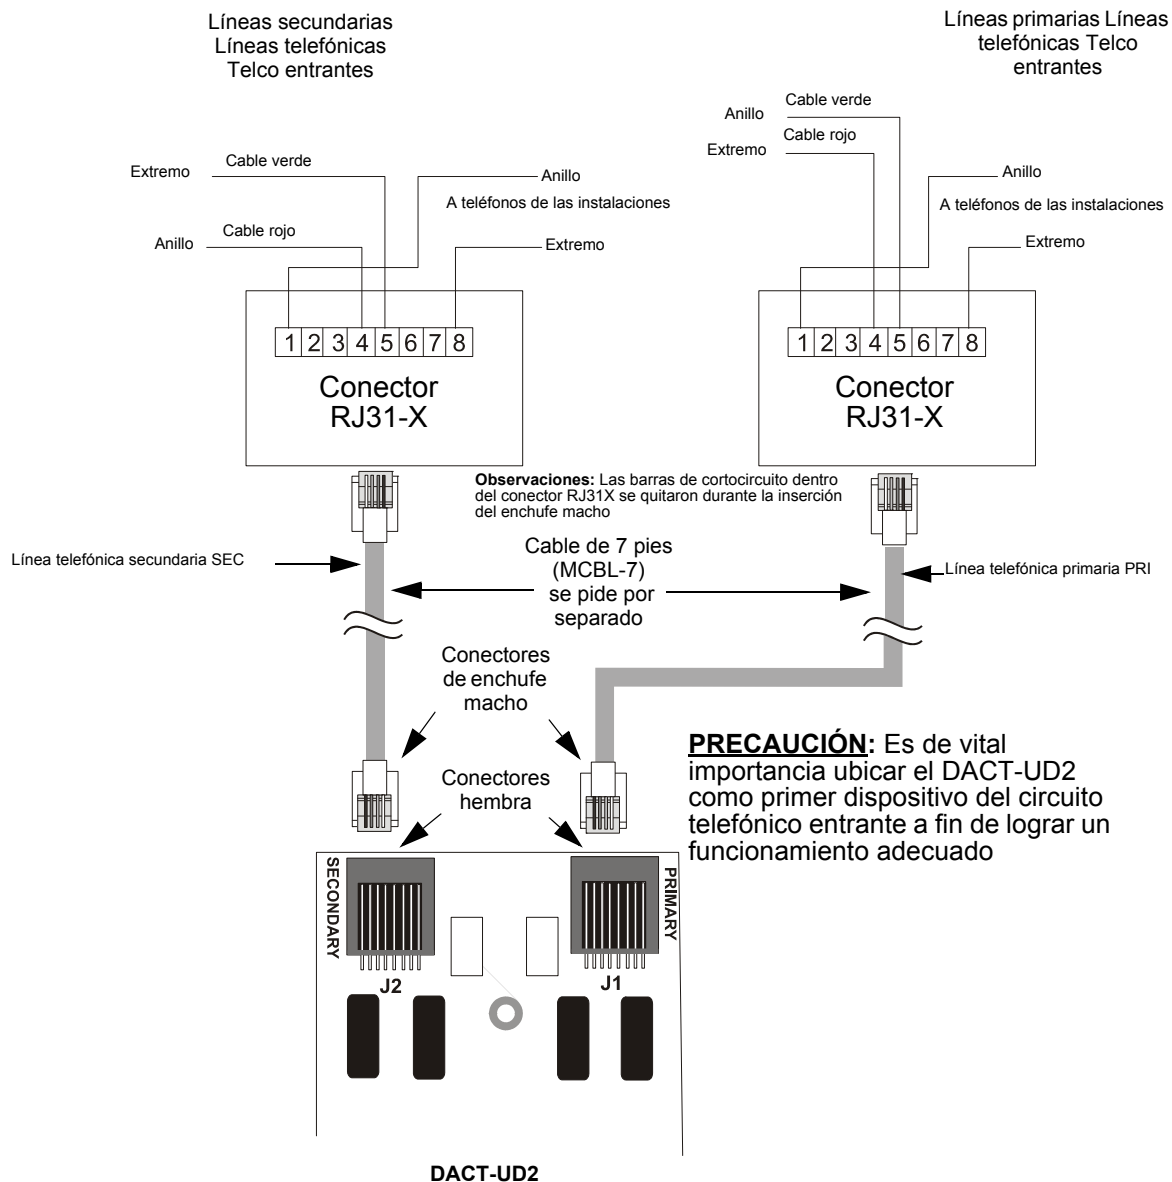

Figura 2.14 Wiring Phone Jacks
11. Consultar la sección Advertencias y requisitos telefónicos del documento número 53037 del manual de instalación y programación del DACT-UD2, antes de continuar con este paso. Conecte las líneas telefónicas primarias y secundarias de las instalaciones al DACT-UD2 como se ilustra en la figura 2.14 y pruebe que el sistema funcione correctamente